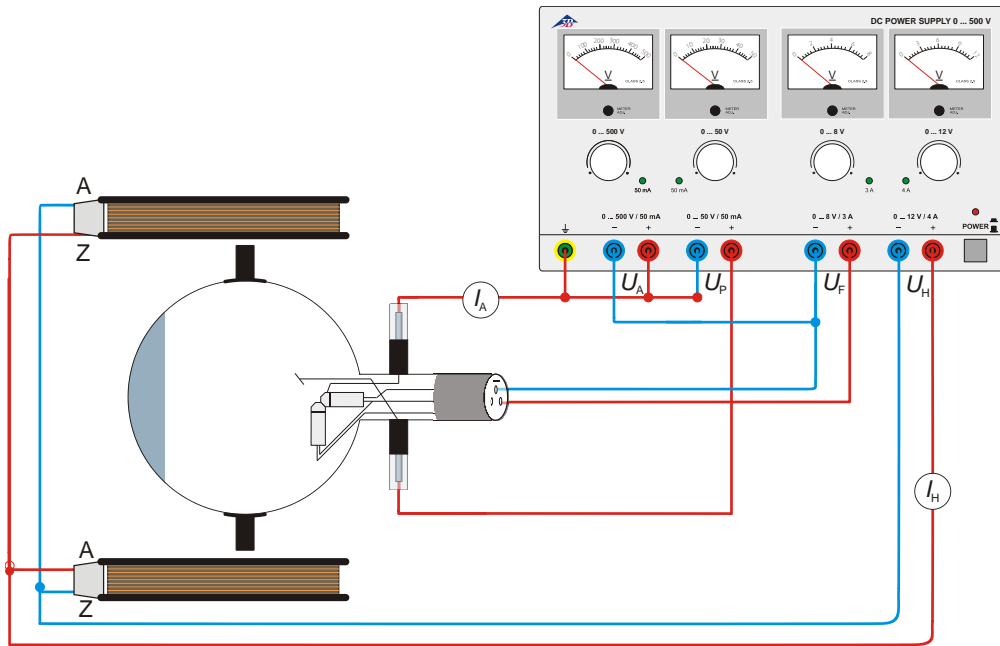

Fig. 5 Determinazione di e/m per mezzo del cannone elettronico verticale
- Cablare il tubo come indicato nella fig. 5.